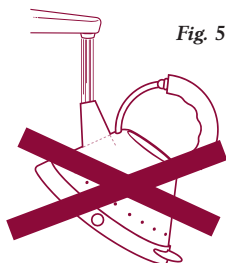

Fig. 5
- Ta bort locket och fyll på med vatten till önskad nivå (fig. 5).